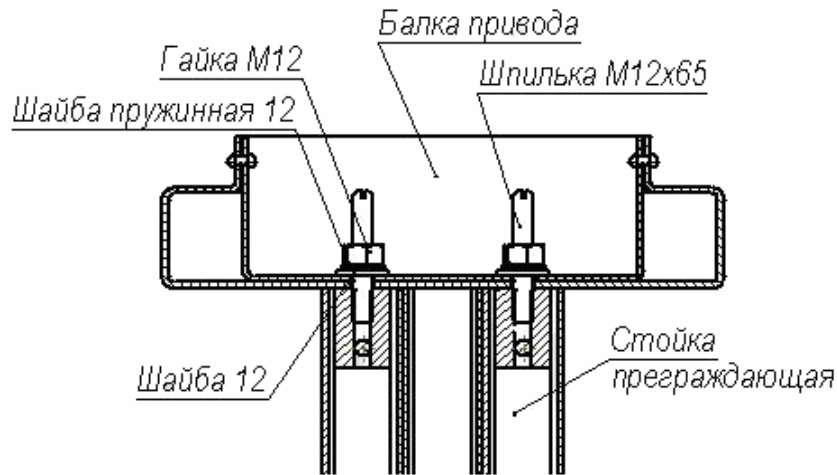

Рисунок 14 Крепление балки привода (13) к стойке преграждающей (3)
- 9.1. Вверните две шпильки M12×65 в верхнюю часть преграждающей стойки (3) (см. рис. 14).
- 11.4. Наденьте балку на две шпильки, расположенные на преграждающей стойке, наденьте на каждую шпильку шайбу 12, затем шайбу пружинную 12 и зафиксируйте положение балки двумя гайками M12 (см. рис. 14), на­вернув их до середины выступающей части шпилек.